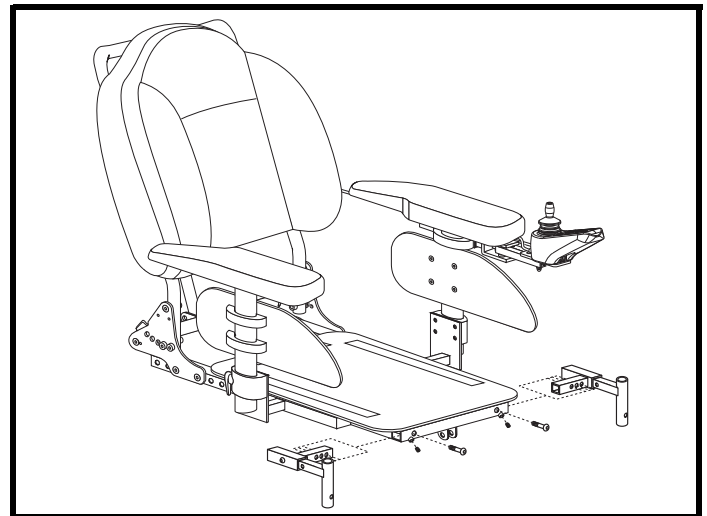

Figure 16. Réglage largeur des repose-jambes
2. Desserrez le support du repose-jambes. **Voir figure 16.**